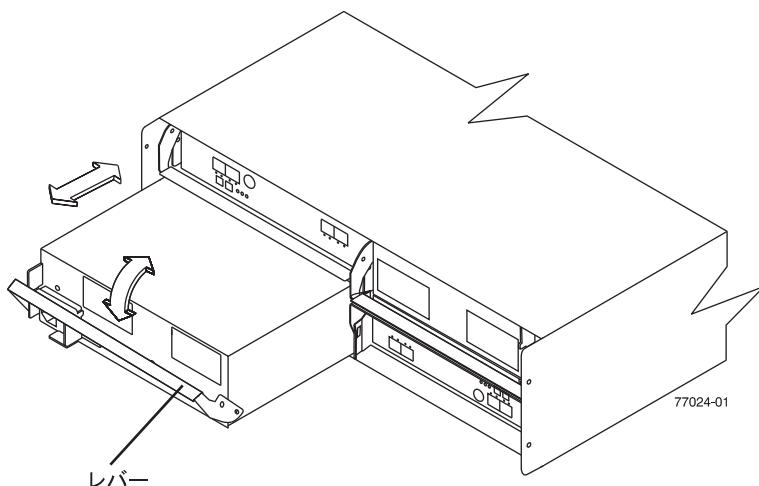

図 36. 電源機構およびファン・ユニットの交換
AC 電源機構およびファン・ユニットを交換するには、以下の手順を使用します。97 ページの図 36 には、ユニットの取り外しと挿入を示しています。
11. ゆっくりとレバーをシャーシから引き離し、97 ページの図 36 に示すように電源機構およびファン・ユニットを取り外します。